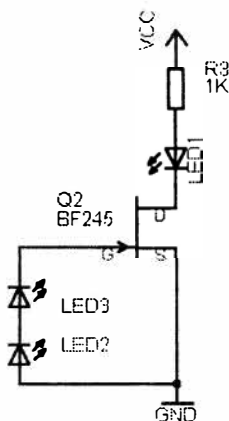

Рис. 6.19
Если затвор G (англ. *Gate*) полевого транзистора BF245 (рис. 6.19) не присоединен к "земле", то тогда светодиод LED1 будет излучать свет. Чем больше будет напряжение между затвором G и истоком S (англ. *Source*), тем больше полевой транзистор будет переходить в состояние насыщения. Отрицательное напряжение затвор-исток (GS) будет генерироваться под воздействием света светодиодами "солнечных элементов" LED2 и LED3. В зависимости от положения солнца напряжение затвор-исток (GS) будет либо уменьшаться, либо увеличиваться. При этом светодиод LED1 будет либо гаснуть на свету, либо светить в темноте. С помощью конденсатора, подключенного параллельно светодиодам солнечных элементов, можно настроить время задержки включения и выключения индикаторного светодиода.